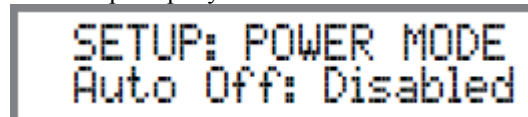

Рисунок 30
2.Поворачивайте регулятор VOLUME пока на Информационном Дисплее Фронтальной Панели не будет отображена индикация “SETUP: POWER MODE, Auto Off: Disabled”. Смотрите рисунок 30.